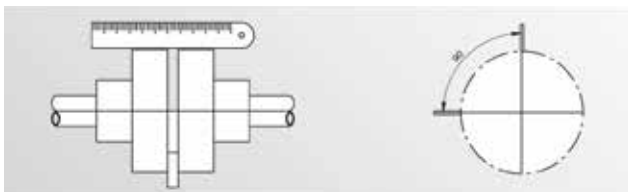

Figura 8 - Verificação das folgas axial e radial no acoplamento.
1. Para verificar o alinhamento radial utilize uma régua metálica conforme Figura 8. Assente a régua no acoplamento no seu sentido longitudinal e veja se não existe passagem de luz entre a régua e o acoplamento. A folga radial máxima admissível é de 0,2 mm. Para alinhar o conjunto, se necessário, solte os parafusos que fixam o motor na base e calce-o. Depois de apertar os parafusos de fixação do motor na base, verifique novamente o alinhamento.
2. Utilizando um calibrador de lâminas, confira a folga axial do acoplamento de 90 em 90 graus, conforme Figura 8.